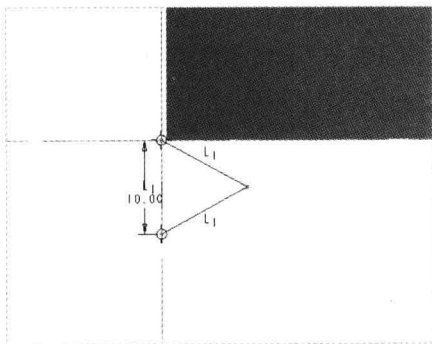

图 5-76 绘制截面 2
Step 03 单击“关闭”面板中的“确定”按钮, 完成截面绘制并退出草绘环境; 返回“螺旋扫描”选项卡, 单击“截面”按钮, 进入草绘环境, 单击“草绘”选项卡中的相应按钮, 绘制截面, 如图 5-76 所示。